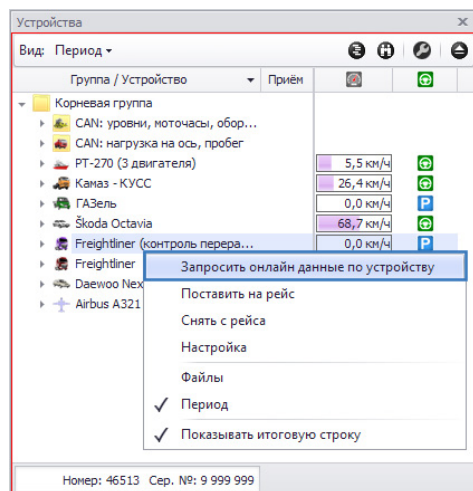

Рис.79. Запросить онлайн данные устройства.
- команду «Запросить онлайн данные по устройству», если выбрано ТС (**Рис.79**);